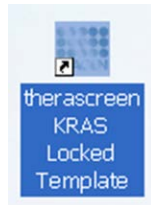

Figura 11. O ícone "therascreen KRAS Locked Template" (Modelo bloqueado do *therascreen KRAS*).
12. Clique duas vezes no ícone *therascreen KRAS Locked Template* (Modelo bloqueado do *therascreen KRAS*) do ambiente de trabalho do computador portátil ligado ao instrumento Rotor-Gene Q MDx 5plex HRM (Figura 11) para iniciar o software Rotor-Gene Q MDx 5plex HRM.